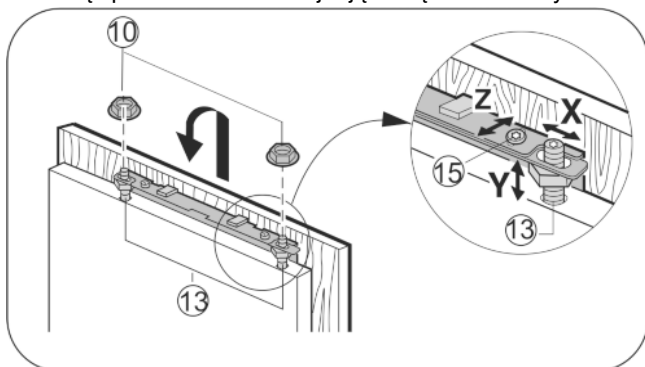

Fig. 27
- ▶ Zawiesić drzwi meblowe na sworzniach regulacyjnych Fig. 27 (13) i lekko nakręcić nakrętki zabezpieczające Fig. 27 (10) na swornice regulacyjne.
- ▶ Ustawianie drzwi meblowych na wysokość Y i pochylenie boczne: za pomocą śrubokrętu ustawić sworznie regulacyjne Fig. 27 (13).
- ▶ Dokręcić nakrętki zabezpieczające Fig. 27 (10).